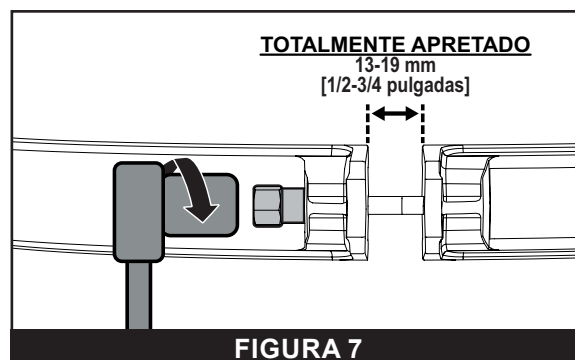

FIGURA 7
6. Utilice una *llave de tubo de 3/4 de pulgada* (3) para apretar la *tuerca de la abrazadera* (4) entre 16 y 18 ft-lbs. [22-24 Nm]. Véase **FIGURA 7**.
7. Verifique que el espacio entre los extremos de la abrazadera tenga entre 13-19 mm [1/2 pulgada y 3/4 pulgada]. Véase **FIGURA 7**.